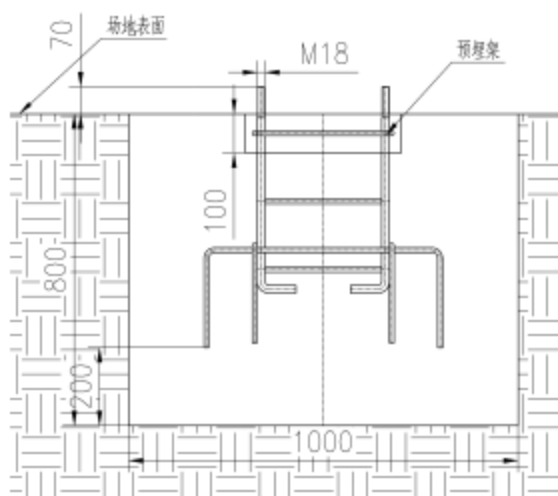

图4
- 3) 将预埋架放入混凝土基坑中（如图4），保证预埋架与场地表面垂直，预埋架埋入尺寸如图4所示；（注：注意器材的安装方向由预埋架的放置